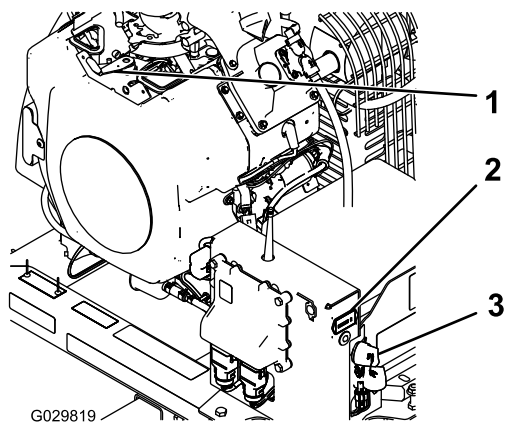

Рисунок 12
3. Поверните ключ зажигания двигателя в положение ПУСК (Рисунок 12).
3. Прежде чем покинуть машину, поверните ключ в положение **Выкл.** и выньте его из замка зажигания (**Рисунок 12**).